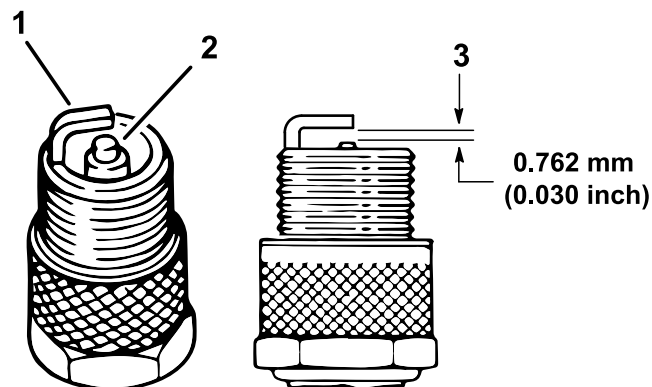

图 34
- 检查侧电极、中心电极和中心电极绝缘体的状况确保没有任何损坏图 34。
- 如图 34 所示将中心电极与侧电极之间的空隙设置为 0.762 mm。